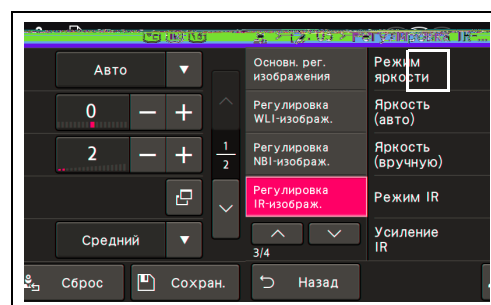

Рис. 4.1
- 6 Коснитесь кнопки «Сохранить». (См. рис. 4.1)